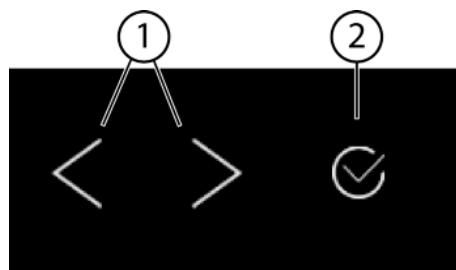
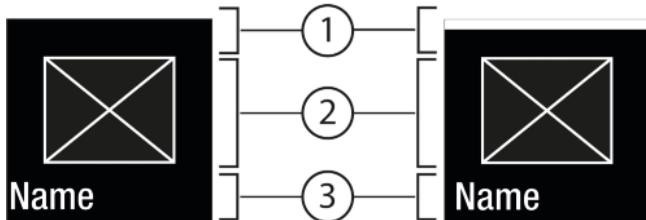
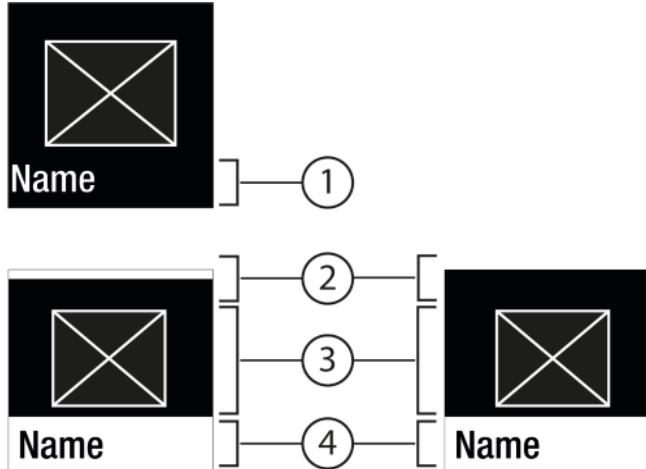

Fig. 5
Fig. 6
Fig. 7
(1) Навігаційна стрілка ліворуч/праворуч
(2) Підтвердити
Навігаційна стрілка ліворуч/праворуч: Fig. 5 (1):
Підтвердження Fig. 5 (2):
- Переходити навігаційною стрілкою ліворуч/праворуч Fig. 5 (1).
- Через Підтвердити Fig. 5 (2) функцію / налаштування активувати Fig. 6 (1) / деактивувати Fig. 6 (1).
- Натиснувши Підтвердити Fig. 5 (2) викликати підменю Fig. 7 (4).
- Налаштувати нове значення: Натиснувши Підтвердити Fig. 5 (2) вибрати деактивоване значення Fig. 6 (1).
- Назад в меню: Натиснувши Підтвердити Fig. 5 (2) вибрати вже активоване значення Fig. 6 (2).
- Натискайте навігаційні стрілки Fig. 5 (1) до появи функції.
- Натисніть Підтвердити Fig. 5 (2).
► Натискайте навігаційні стрілки Fig. 5 (1) до появи функції.
- Навігаційною стрілкою Fig. 5 (1) вибрati значення налаштування.
- Статус: активовано Fig. 6 (1) з'являється скоро в підменю Fig. 7 (4).
- Натискайте навігаційні стрілки Fig. 5 (1) до появи налаштувань
- Натискайте навігаційні стрілки Fig. 5 (1) до появи потрібного налаштування.
- Підтвердити Fig. 5 (2) утримувати натиснутим протягом 3 секунд.